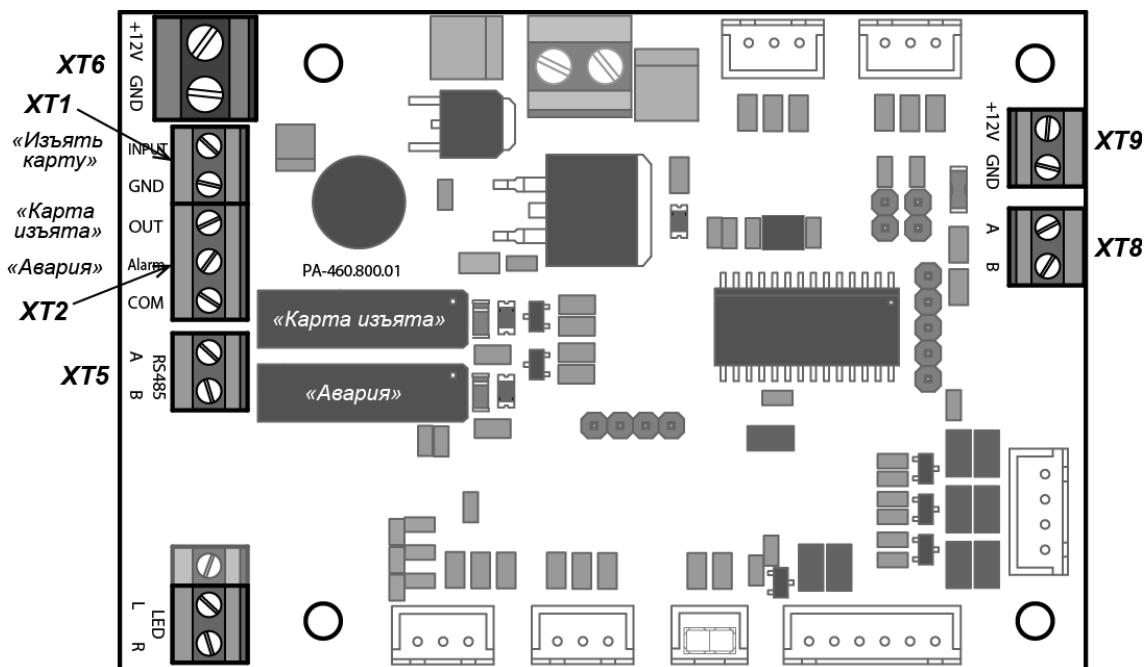

Рисунок 10. Внешний вид платы управления картоприемника
3. Если предъявленная карта является временной картой посетителя и требует изъятия, то контроллер СКУД подает управляющий сигнал на вход платы управления картоприемника «Изъять карту» (контакт *INPUT XT1*, см. рис. 10). Подсветка щели для приема карт перейдет в режим мигания с частотой 2 раза в секунду, указывая на то, что карта подлежит изъятию.
5. При падении карты в контейнер второй оптический датчик фиксирует факт изъятия карты. В этом случае картоприемник закрывает шторку, подсветка щели для приема карт вновь становится постоянной. Одновременно с выхода платы управления картоприемника «Карта изъята» (контакт *OUT XT2*, рис. 10) подается управляющий сигнал, являющийся для контроллера СКУД подтверждением разрешения прохода. По данному сигналу контроллер СКУД разрешает проход в данном направлении (подает соответствующий сигнал на механизм управления турникетом) и после прохода через турникет снимает сигнал «Изъять карту». По снятию сигнала «Изъять карту» картоприемник снимает сигнал «Карта изъята».
6. Третий оптический датчик картоприемника отслеживает факт заполнения контейнера картоприемника. При его заполнении картоприемник передает в контроллер СКУД сигнал «Авария» (контакт *Alarm XT2*, рис. 10), подсветка приемной щели картоприемника перейдет в режим мигания с частотой 1 раз в 2 секунды, тем самым предупреждая о необходимости освободить контейнер от изъятых карт. Если контейнер не освобождается, то после приема еще 9 карт работа картоприемника блокируется, подсветка приемной щели гаснет. Разблокировка картоприемника происходит автоматически после освобождения контейнера от карт (порядок выемки и установки контейнера приведен в п. 9.5). Также сигнал «Авария» подается в контроллер СКУД при возникновении неисправностей механизма картоприемника.
Внешний вид **платы управления** картоприемника показан на рис. 10. На плате расположены клеммные колодки: